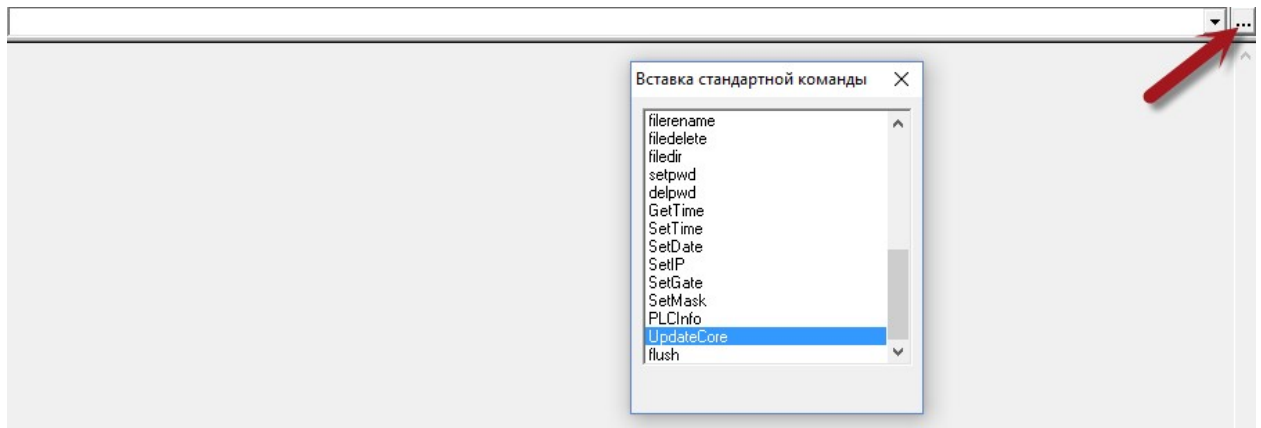

Рисунок 1.4. Окно стандартных команд ПЛК-Браузера
10. Выбрать команду «UpdateCore» из доступного списка стандартных команд (рисунок 1.4).